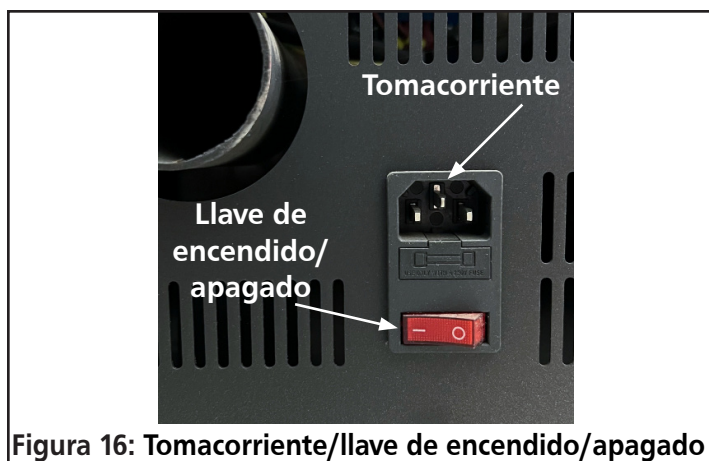

Figura 16: Tomacorriente/llave de encendido/apagado
1. Conecte el cable de alimentación al enchufe en la parte inferior trasera de la estufa y presione el interruptor rojo de encendido/apagado que se encuentra encima para encenderla. Consulte la Figura 16.